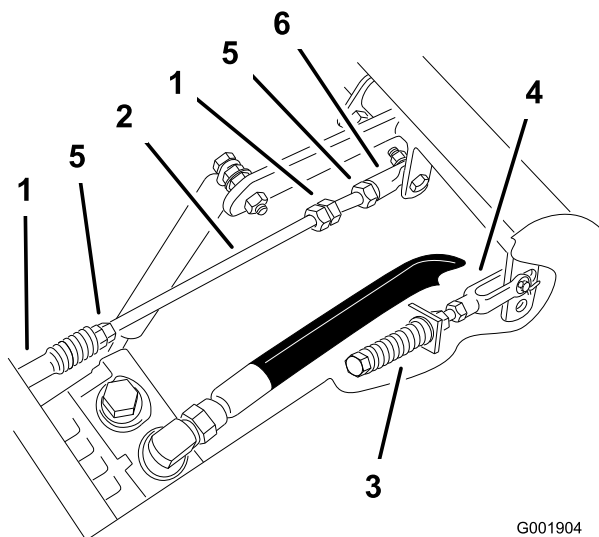

Figure 75
1. Desserrez les contre-écrous sur les rotules de la tige de commande de la pompe (Figure 75).
3. Réglez la longueur de la tige de pompe en tournant les doubles écrous dans le sens voulu, jusqu'à ce que la roue soit immobilisée ou tourne légèrement en marche arrière (Figure 75).
6. Serrez les contre-écrous contre les rotules (Figure 75).